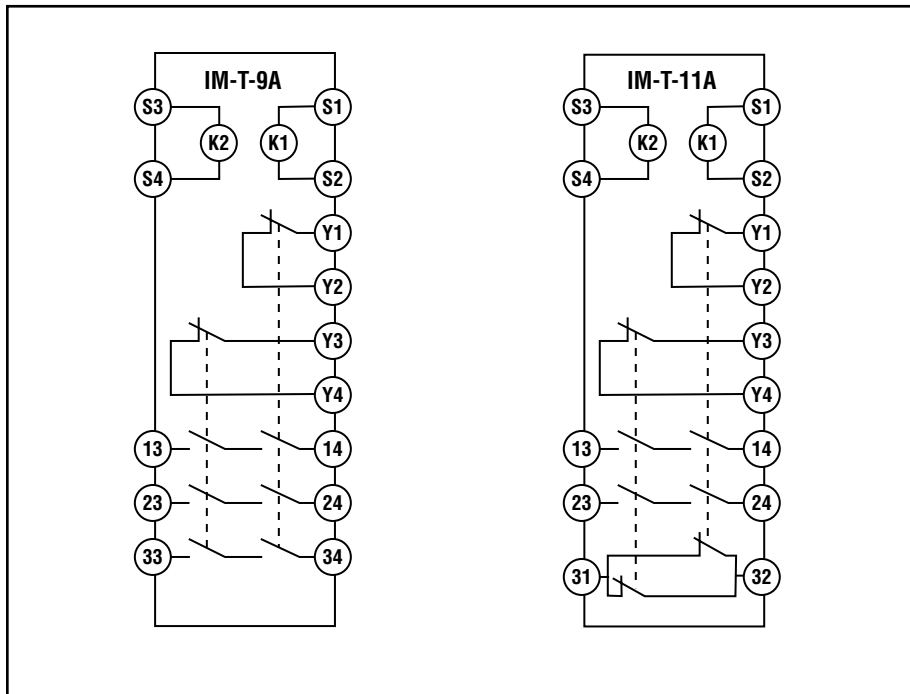

Figure 4. Broches du relais de sécurité
2) **TOUJOURS raccorder les bornes Y1-Y2 et Y3-Y4 de ce relais de sécurité à l'entrée de surveillance du dispositif primaire de sécurité qui le contrôle (voir les figures 4 à 9).**